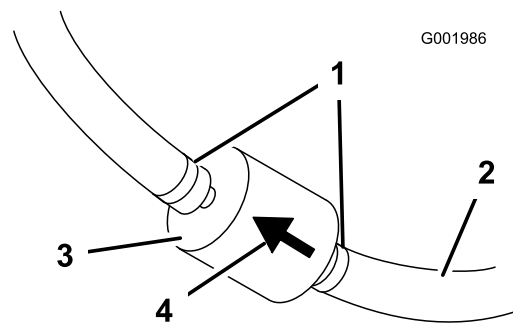

Figura 31
5. Aperte as pontas dos grampos da tubagem e afaste-as do filtro (Figura 31).